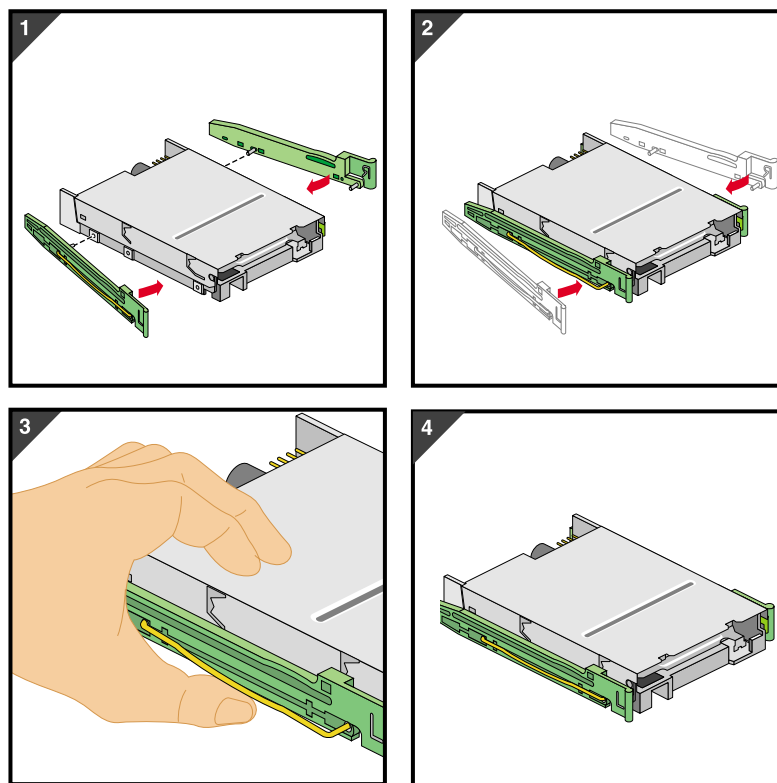

図2-13 ドライブレールの3.5インチドライブへの装着
3. 3.5インチドライブ用のドライブレールには、左右の区別があります。各ドライブレールには、ドライブのどちら側に装着するかを示す「R」または「L」マークがついています。図2-13に示すように、「L」マークのついたレールがドライブの左側、「R」マークのついたレールがドライブの右側になっていることを確認してから、ドライブにレールを装着してください。
4. ドライブレールをドライブに装着するには、ドライブレールのワイヤークリップの一方の端を、ドライブのネジ穴にはめ込みます。ドライブレールの真ん中をそっと押して、ワイヤークリップのもう一方の端をネジ穴にきちんとはめ込みます。図2-13にその手順を図示します。
4. ドライブレールをドライブに装着するには、ドライブレールのワイヤークリップの一方の端を、ドライブのネジ穴にはめ込みます。ドライブレールの真ん中をそっと押し、ワイヤークリップのもう一方の端をネジ穴にきちんとはめ込みます。コネクタが外側に面していることを確認してください。図2-13にその手順を図示します。